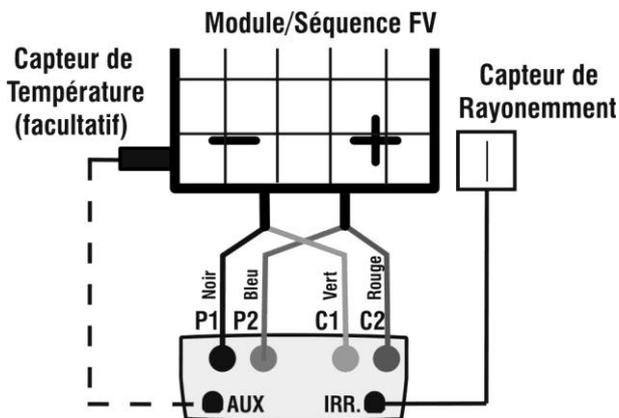

Fig. 7a : Connexion au module/chaîne PV
20. Connecter l'instrument au module/chaîne sous test comme il est montré dans la Fig. 7a suivante. Relier notamment le pôle négatif de sortie du module/chaîne aux bornes P1, C1 et le pôle positif de sortie du module/chaîne aux bornes P2, C2. En mode d'activation «Auto» est recommandé l'aide de l'accessoire optionnel KITKELVIN